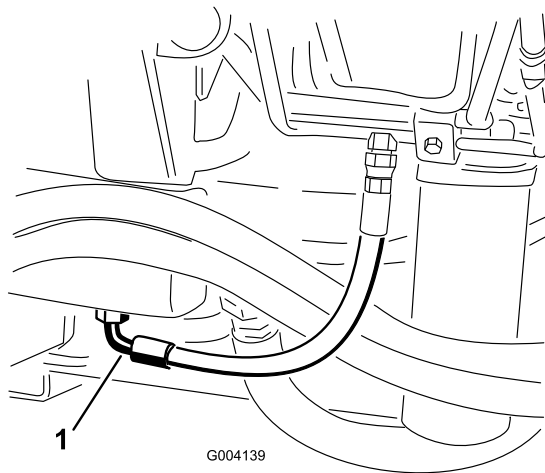

Figura 86
2. Coloque un recipiente grande debajo del acoplamiento situado en la parte inferior del depósito de aceite hidráulico (Figura 86).